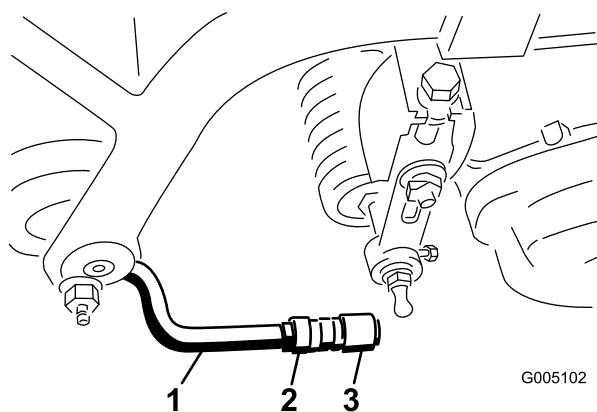

Figure 13
6. Alignez les douilles des rotules de sorte que le côté ouvert soit centré vers la sphère. Serrez les contre-écrous pour fixer les douilles de rotules en position (Figure 13).